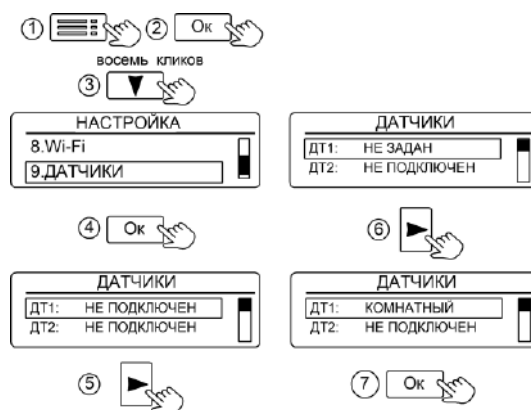

Рисунок 23. Настройка проводных датчиков
- Выбор роли датчика “КОМНАТНЫЙ” или “УЛИЧНЫЙ” (см. рис.23).